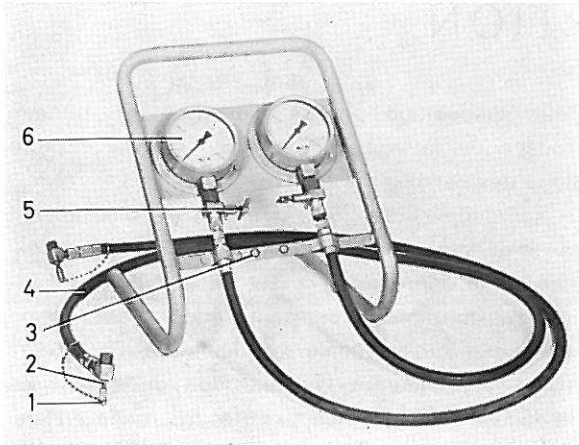

Figure 2. Dispositif d'essai 2741
Le dispositif d'essai indiqué sur la figure 2 est employé par exemple pour le dépannage du système de freinage.
2. Enlever les deux raccords intérieurs de purge de l'étrier de frein d'une des roues avant et connecter le dispositif d'essai 2741 indiqué sur la figure 2.